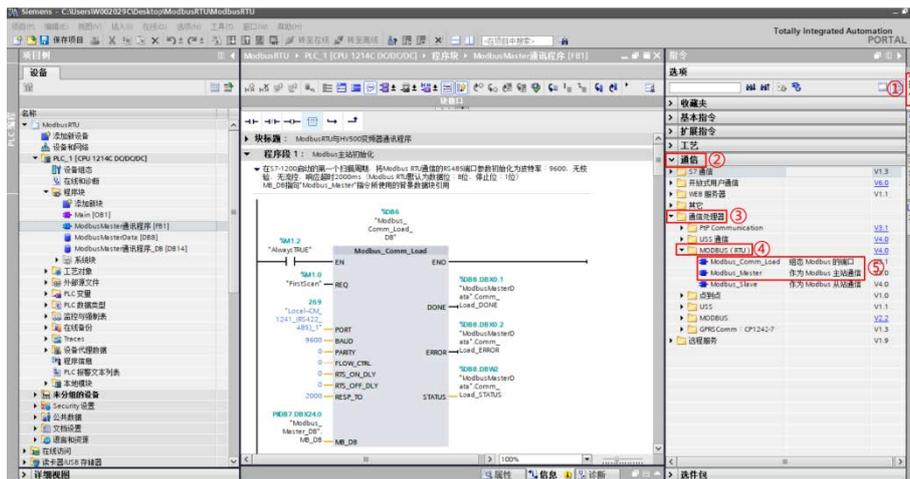

图 4.1 ModbusRTU 主站指令
- 1) 添加一个新 FB 块，将其命名【ModbusMaster 通讯程序】。在该 FB 块中以多重背景方式调用【Modbus\_Comm\_Load】和【Modbus\_Master】指令，在【指令】目录下【通讯】→【通讯处理器】→【Modbus (RTU)】下，如图 4.1 所示。